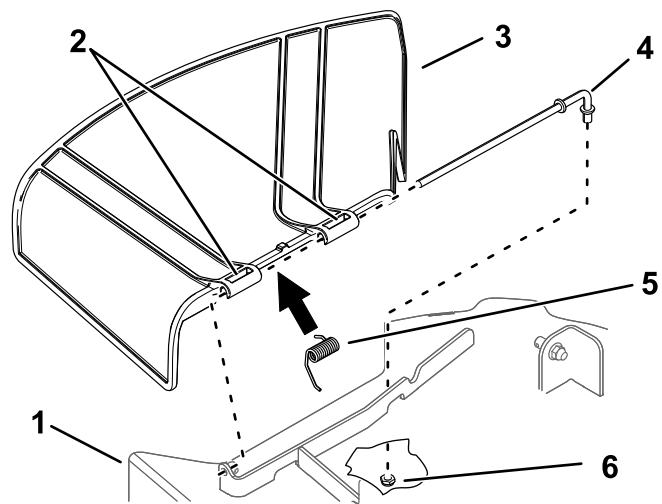

Figura 78
1. Remova a porca ($\frac{3}{8}$ pol.) da barra debaixo do cortador (Figura 78).
2. Deslize a barra para fora do suporte da plataforma, da mola e do defletor de relva (Figura 78).
4. Instale o novo defletor de relva (Figura 78).
7. Deslize a barra através do segundo suporte do defletor de relva (Figura 78).
9. Fixe a extremidade traseira da barra ao cortador com uma porca ($\frac{3}{8}$ pol.), como se mostra na Figura 78.